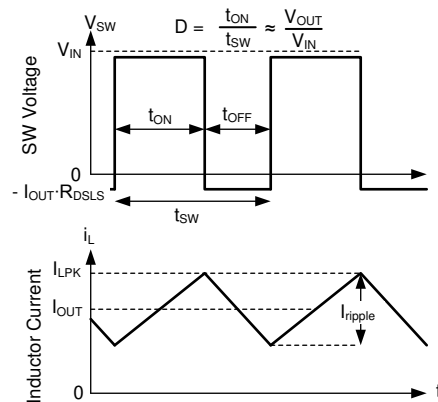

图 7-16. 连续导通模式 (CCM) 下的 SW 电压和电感器电流波形
有关器件的以下运行说明, 请参阅节 7.2 和图 7-16 中的波形。在 CCM 中, 该器件以变化的占空比 (D) 打开内部高侧 (HS) 和低侧 (LS) NMOS 开关, 从而提供稳定的输出电压。在 HS 开关导通期间, SW 引脚电压 V_{SW} 摆动至大约 V_{IN} , 电感器电流 i_L 以线性斜率增加。HS 开关由控制逻辑关闭。在 HS 开关关闭时间 t_{OFF} , LS 开关打开。电感器电流通过 LS 开关放电, 这会强制 V_{SW} 通过 LS 开关两端的压降摆动到地电位以下。转换器环路调节占空比以保持恒定的输出电压。D 由 HS 开关在开关周期内的导通时间定义: